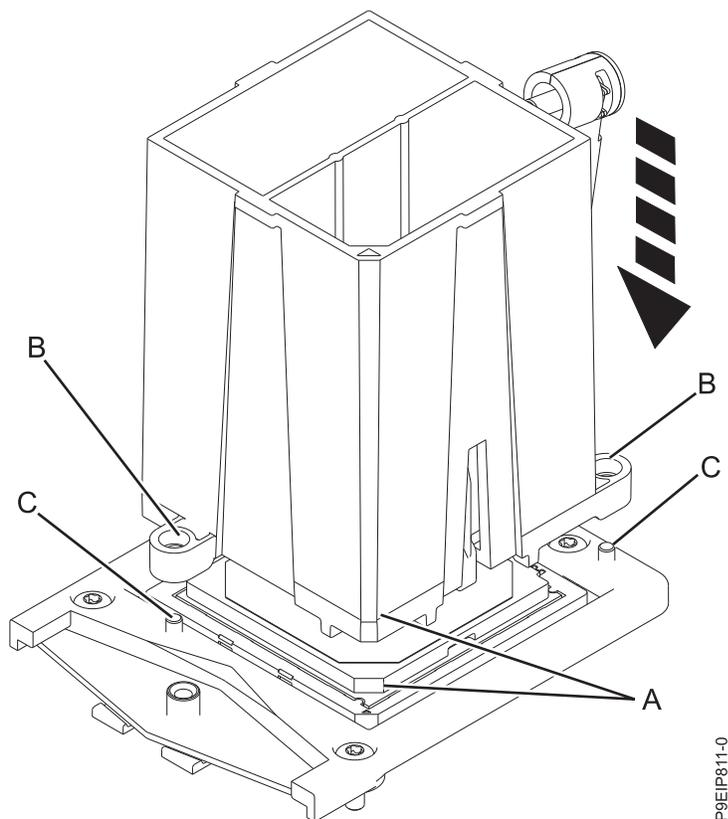

図 86. 取り外しツールをシステム・プロセッサ・モジュールの上を下ろす
8. ツールをシステム・プロセッサ・モジュールの斜めになっている端 (A) と位置合わせします (図 86 を参照)。2 つのガイド・ピン (C) がツールの両側にある位置合わせ穴 (B) に差し込まれることを確認して、ツールをシステム・プロセッサ・モジュールの上を下ろします。